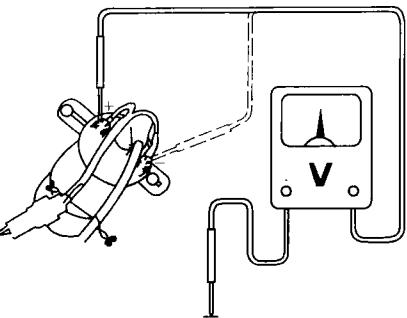

图 1-6 检查点火线圈的初级电压
(1)电压测量:测量点火线圈“+”与“-”极接线柱的电压。接通点火开关,如图 1-6 所示,用万用表电压档分别测量点火线圈“+”和“-”极接线柱与搭铁之间的电压,应为蓄电池电压,否则说明线路有断路或短路现象,应予以排除。